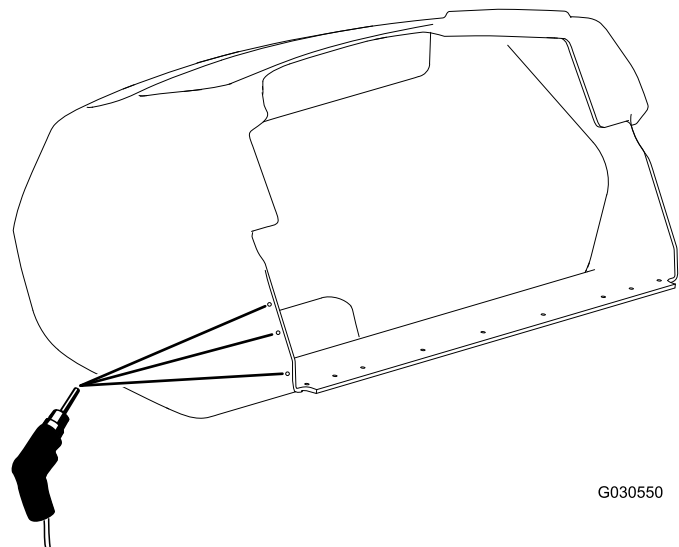

图2
3. 用 4mm 钻头在集草斗的两侧钻出 3 个标记的孔（图2）。